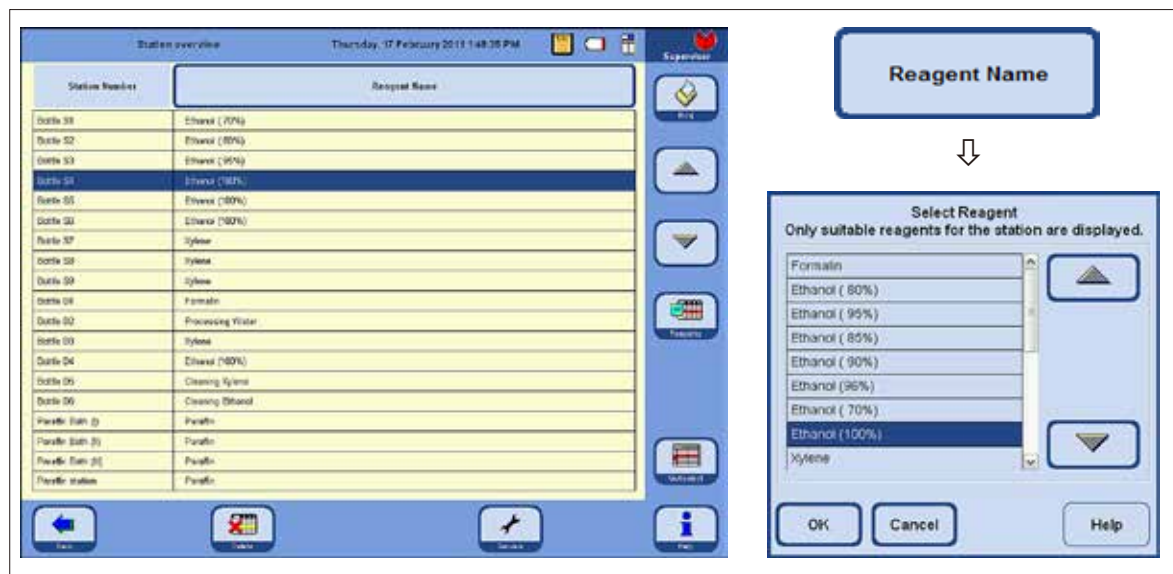

Рис. 147
Окно **STATION OVERVIEW** (рис. 147) отображает список всех станций с реактивами, закрепленными за этими станциями.
- Выделите станцию, которую следует наполнить реактивом, в таблице (рис. 147).
При этом системные ёмкости (S1 — S6) должны быть наполнены этанолом таким образом, как показано на рис. 147. Дополнительно в программе должны быть определены все шесть станций с этанолом. Программа проверяет это при запуске. При обнаружении расхождений выводится предупреждение, а программа не может быть запущена.